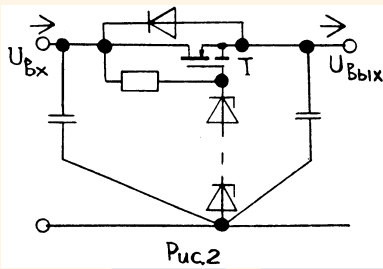

Рис.2
▶ Для стабилизации анодного напряжения в маломощных каскадах очень уместны полевые транзисторы в схеме параметрического стабилизатора. В этом случае необходим полевой транзистор с высокой крутизной и предельным напряжением $U_{с-и}$ на 50 – 100 V выше $U_{вх}$. Стабилитроны в цепи затвора подбираются из необходимого $U_{ввых}$ (Рис. 2). Сразу вопрос: несмотря на сильные шумы и большое внутреннее сопротивление, многие серьезные производители применяют газовые стабилитроны. Это лишь мода, либо нечто специальное для звучания? По-моему, это глупость. То же самое касается применения кенотронов. Ведь они же съедают динамику из-за своего высокого внутреннего сопротивления.